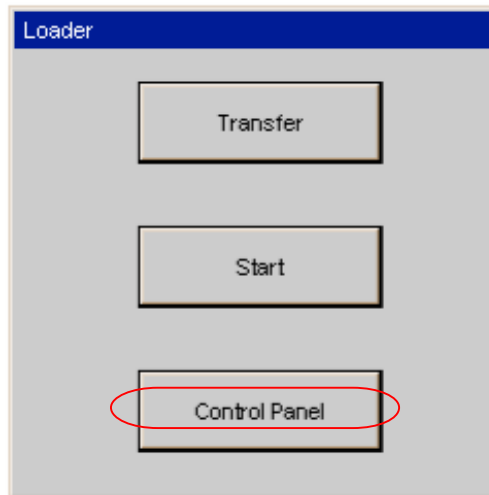

图 1-3 启动菜单
1.面板上电后,进入 Windows CE 操作系统,弹出菜单,如图 1-3 所示,选择 Control Panel 选项。